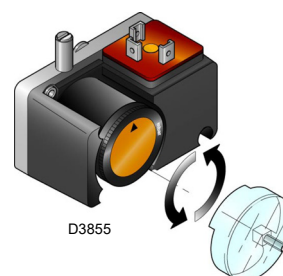

Abb. 30
- Stellen Sie den Gas-Mindestdruckwächter (Abb. 30 auf Seite 27) auf den Skalenanfangswert ein.
Den Gas-Mindestdruckwächter (Abb. 30) nach erfolgter Einstellung des Brenners, der Gasventile und des Stabilisators der Gasarmatur einstellen.